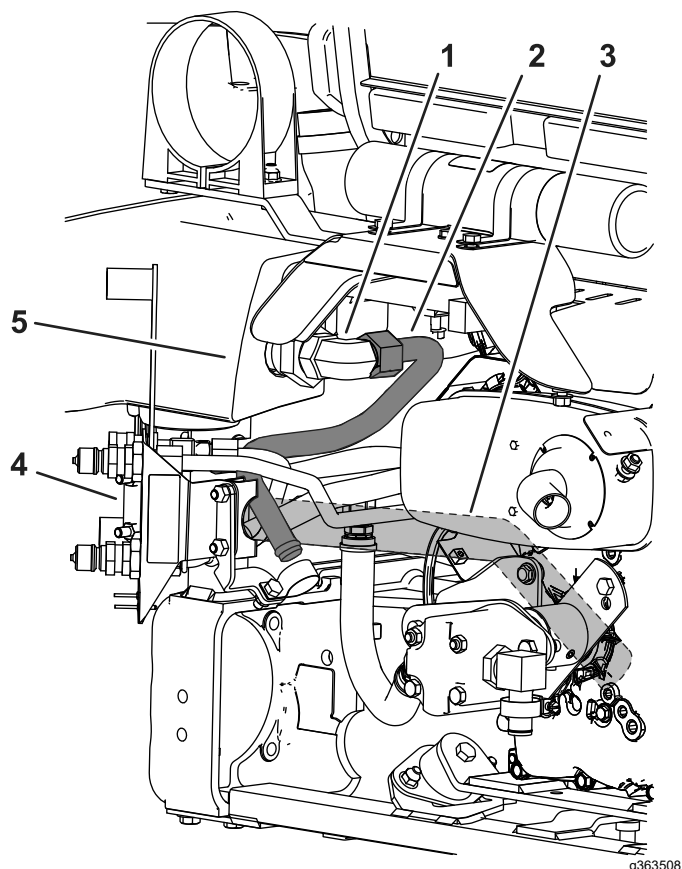

図 25
4. 図 25 に示すように、油圧ライン3番を機体に位置決めする。
5. ストレーナと油圧オイルタンクに取り付けた大きい 90 度エルボに、油圧ライン3番を取り付ける 図 25。